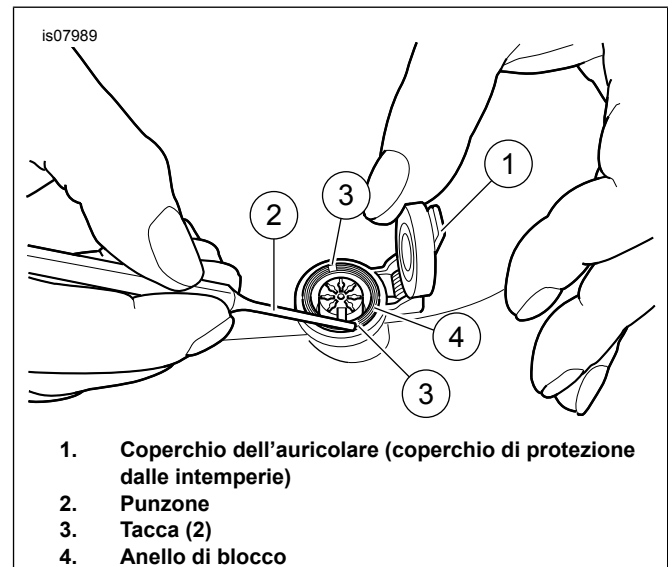
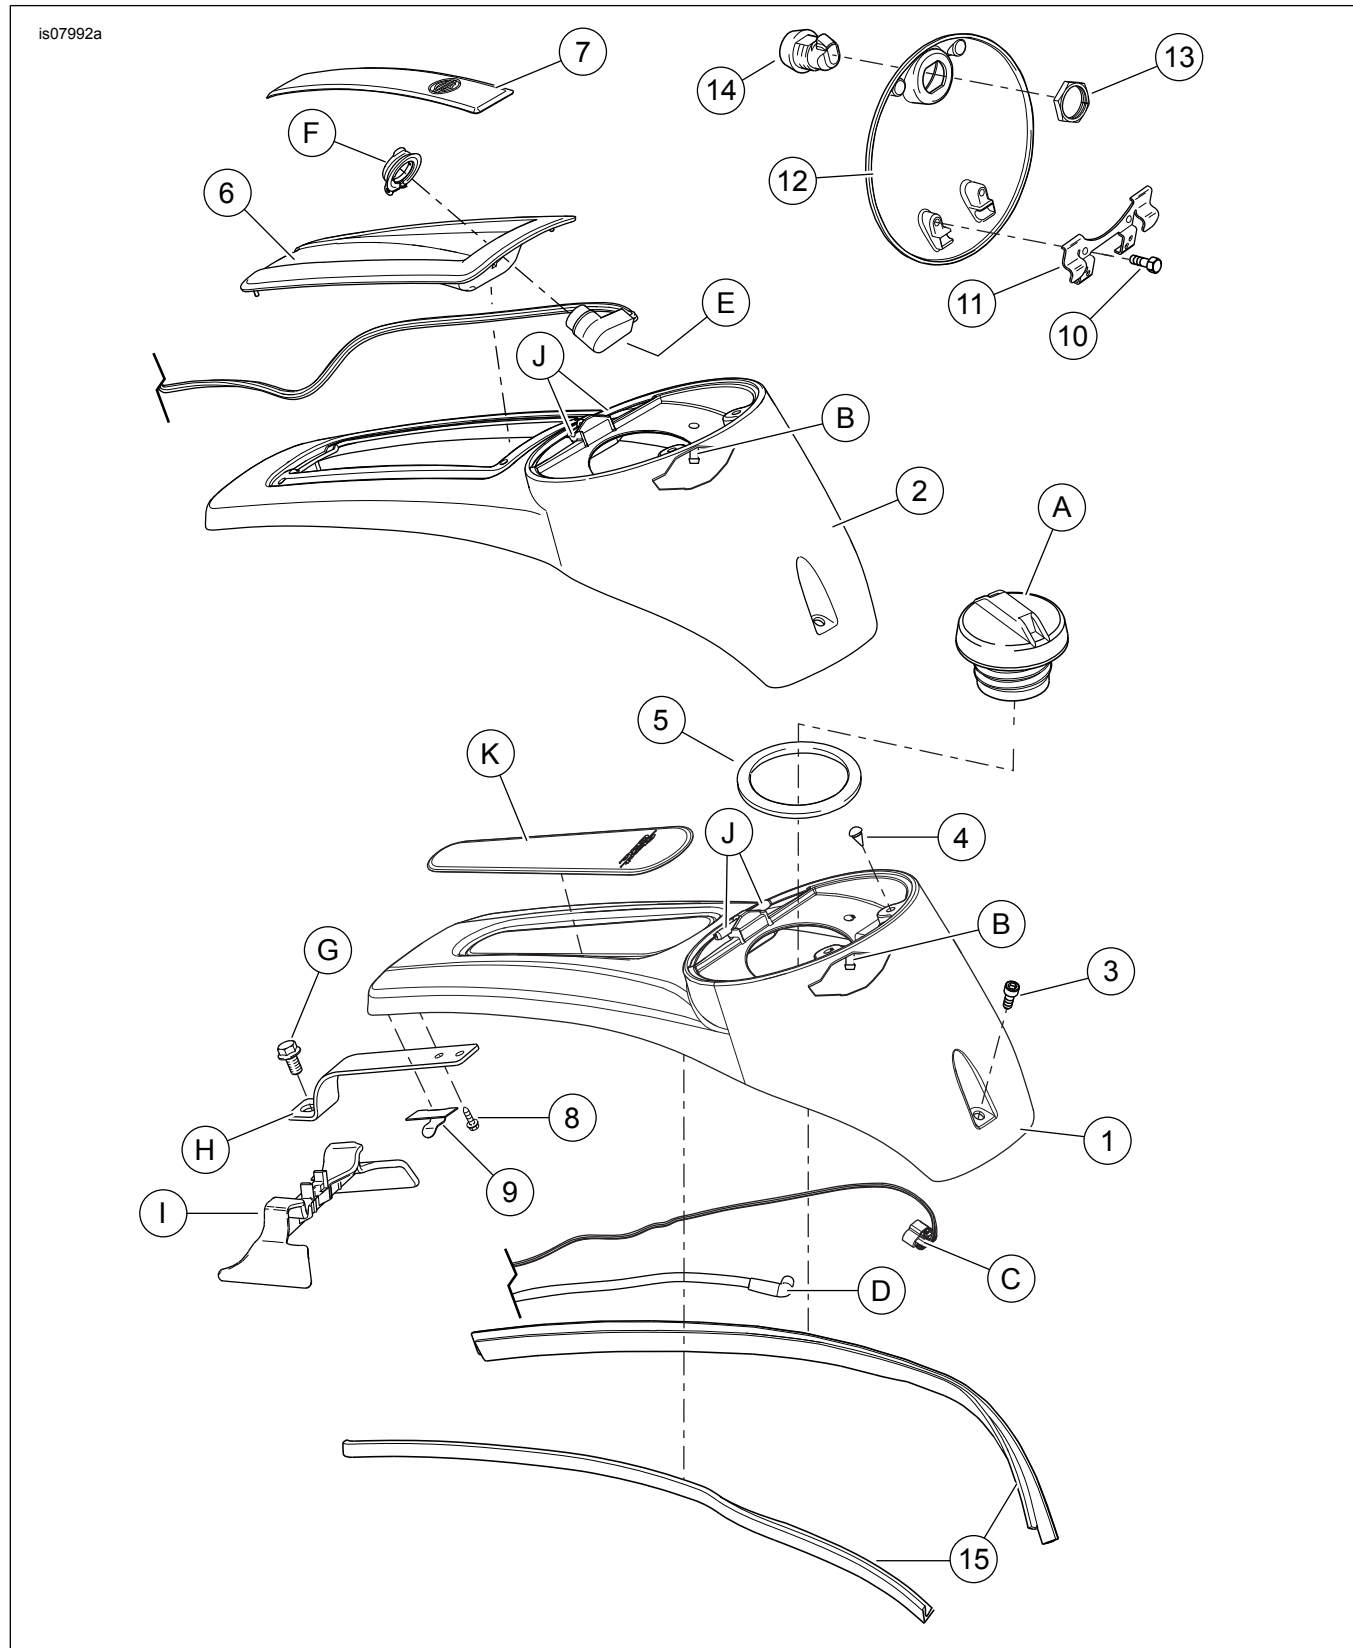

Figura 1. Rimozione/installazione dell'anello di blocco del connettore dell'auricolare
Figura 2. Parti di ricambio: Kit console, sportello combustibile e relativa apertura a pulsante
Vedere Figura 2 e Tabella 1.
2. Vedere Figura 2. Aprire lo sportello del combustibile (12). Rimuovere e conservare il tappo del serbatoio del combustibile (A).
3. Rimuovere ed eliminare la vite (3). Rimuovere e conservare la vite (G).
5. Annotare la posizione e l'orientamento del connettore della pompa del combustibile (C). Scollegare eventualmente il connettore dalla scatola di derivazione.
6. Rimuovere il tubo di scarico (D) dal relativo raccordo (B).
7. Prender nota del tubo e del cablaggio che sono sotto i fermi (9).
8. **Modelli con connettore anteriore dell'auricolare:** vedere Figura 1. Aprire il coperchio dell'auricolare (1). Collocare il punzone (2) in una delle due tacche (3) dell'anello di blocco (4). Per allentare ruotare in senso antiorario.
9. Rimuovere l'anello di blocco (4) e il tappo (vedere Figura 2, elemento F).
10. **Tutti i modelli:** vedere Figura 2. Togliere le viti (8) e la staffa (H). Conservare la staffa. Eliminare le viti.
11. **In caso di riutilizzo dello sportello del combustibile e chiusura/blocco:** rimuovere e conservare le viti (10), il fermo (11) e lo sportello del combustibile (12).
1. Vedere Figura 2. Pulire l'area sulla consolle (1 o 2) su cui viene applicato l'inserto (6 o K).
4. **Modelli con connettore anteriore dell'auricolare:** inserire il connettore dell'auricolare (E) attraverso l'inserto (6).
5. Far scorrere il coperchio di protezione dalle intemperie sul connettore dell'auricolare (F).
6. Vedere Figura 1. Con le tacche (3) sul lato esterno, avvitare l'anello di blocco (4) sul connettore dell'auricolare.
7. Collocare il punzone (2) su una delle tacche. Ruotare in senso orario fino a stringere.
8. **Tutti i modelli:** vedere Figura 2. Installare la staffa (H). Fissare con viti **nuove** (8).
9. Installare la modanatura di gomma (15) sulla consolle (1 o 2). Il bordo più lungo di ciascuna modanatura di gomma va sul lato **interno**.
10. Installare il parapolvere (5) in modo che il lato liscio sia rivolto verso l'**alto**.
11. Installare i paracolpi (4) nella consolle, come indicato.
12. Disporre il tubo di scarico (D) e i fili (E e C) sotto la consolle. Installare i fermi (9) per assicurare il montaggio.